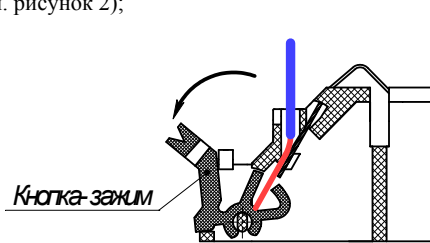

Рисунок 1
6.8 Закрепить розетку в месте установки извещателя в соответствии с проектом и подключить к ней провода ШС, соблюдая полярность. Кнопки-зажимы контактов 3 и 4 (маркировка контактов выполнена на контактной группе) предназначены для подключения «-» ШС. В состоянии поставки кнопки-зажимы находятся в отжатом положении, освобождая каналы для ввода проводов (см. рисунок 1). Подключение проводов ШС проводить в следующей последовательности: